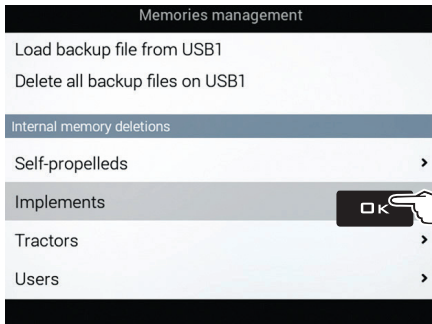

Fig. 289
- Välj **Implements** (Fig. 289) och tryck **OK**.